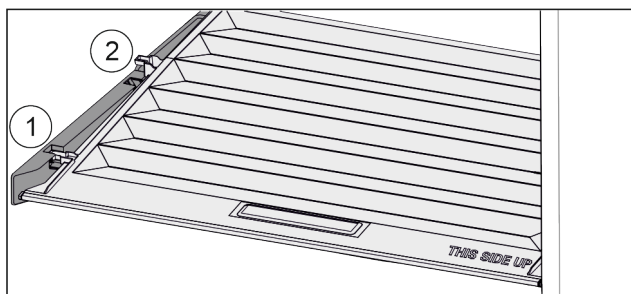

Fig. 36
- ▶ Vytáhněte víko dopředu až k otvoru v přídržných dílech Fig. 36 (1).
- ▶ Vzadu zespuď nadzvedněte a vyjměte směrem nahoru Fig. 36 (2).